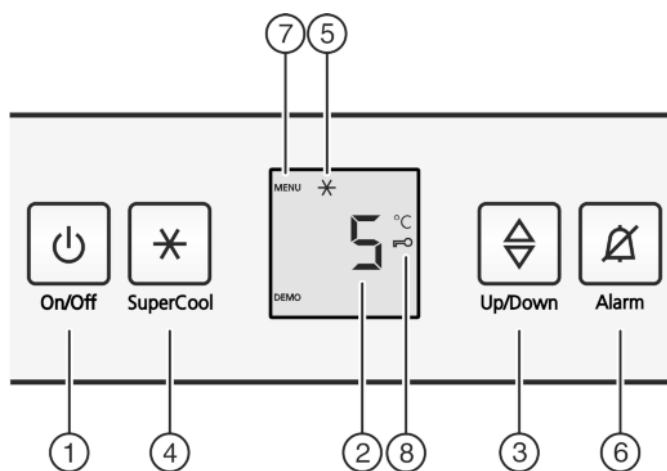

Fig. 2
- ▶ Taste On/Off Fig. 2 (1) drücken.
- ▶ Taste SuperCool Fig. 2 (4) ca. 5 Sekunden drücken.
- ▷ In der Anzeige wird das Symbol Menu Fig. 2 (7) angezeigt.
- ▶ Mit der Taste SuperCool Fig. 2 (4) kurz bestätigen.
- ▷ Das Symbol Kindersicherung Fig. 2 (8) leuchtet in der Anzeige.
- ▶ Die Taste On/Off Fig. 2 (1) kurz drücken.
- ▶ Taste Alarm Fig. 2 (6) drücken.
- ▶ Temperaturfunktion aufrufen: Die Einstelltaste Fig. 2 (3) drücken.
- ▶ Temperatur in 1 °C -Schritten ändern: Einstelltaste Fig. 2 (3) so oft drücken, bis die gewünschte Temperatur in der Temperaturanzeige leuchtet.
- ▶ Taste SuperCool *Fig. 2 (4)* kurz drücken.
- ▷ Das Symbol SuperCool *Fig. 2 (5)* leuchtet in der Anzeige.
- ▷ Das Symbol SuperCool *Fig. 2 (5)* erlischt in der Anzeige.